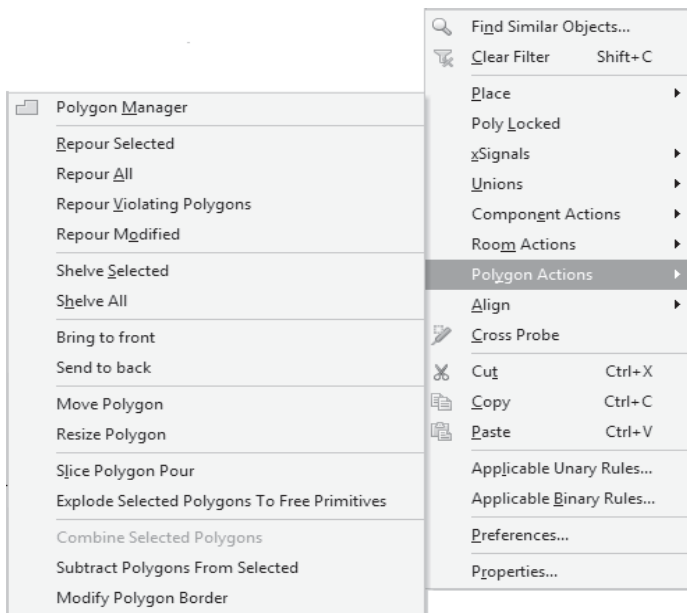

Рис. 7.19. Меню действий над полигонами
Точно так же выполняется перемещение по команде **Polygon Actions | Move Polygon** (Действия над полигонами | Перемещать полигон) из контекстного меню, открываемого щелчком правой кнопкой мыши на полигоне (рис. 7.19).
1. Указать курсором на полигон, выделить его щелчком левой кнопкой мыши, после чего щелчком правой кнопкой мыши открыть контекстное меню (см. рис. 7.19).